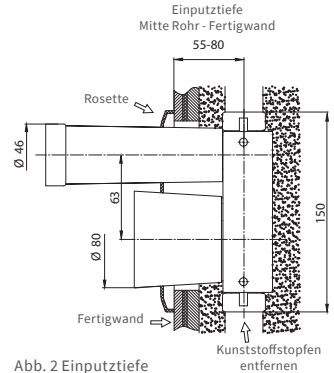

Abb. 2 Einputztiefe
- 2.2. Die optimale Einputztiefe Mitte Rohr unter Fertigwand beträgt 55 mm bis 80 mm (Abb. 2). Größere Einputztiefen erfordern später Verlängerungshülsen für die Rosette sowie eine zweiteilige Spindelverlängerung.
- 2.4. Kunststoffstopfen entfernen (Abb. 2).